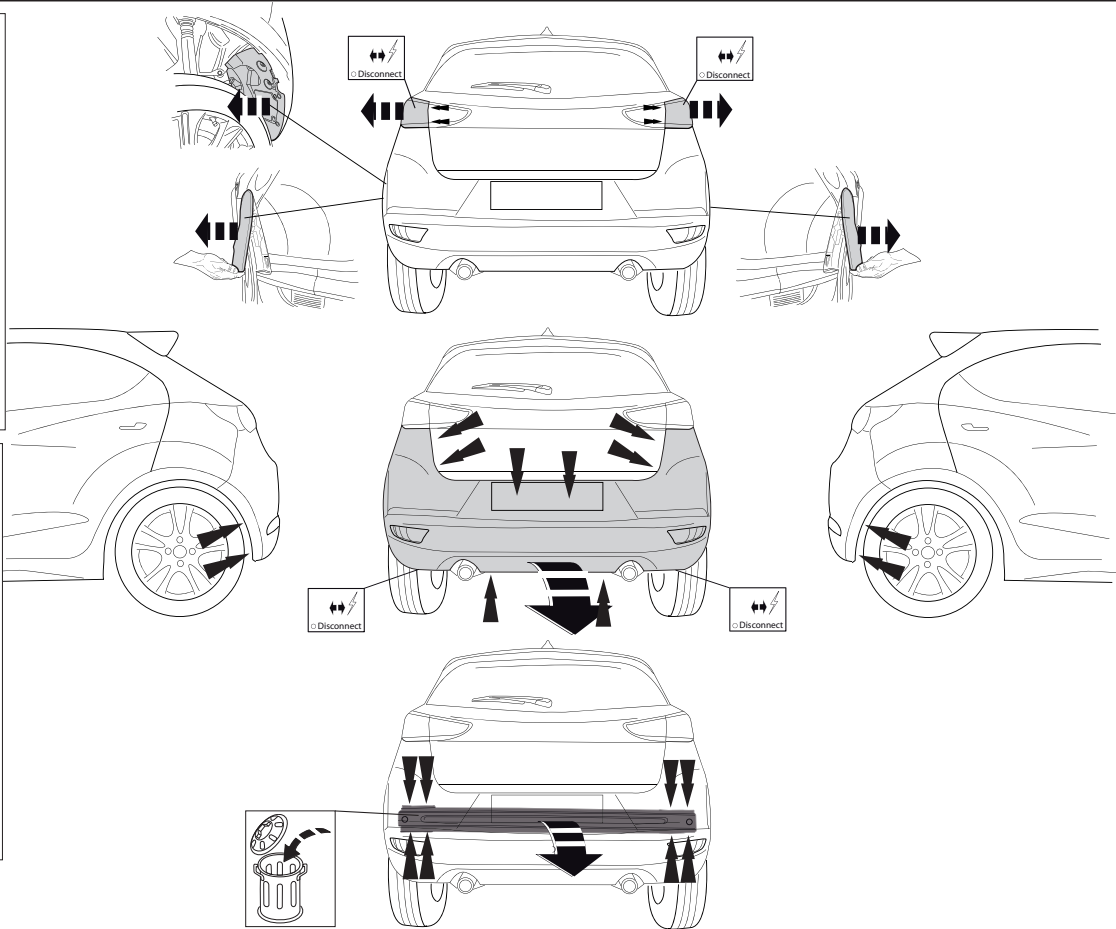

Fig. 1
1. Снять оба блока задних фар. Снять бампер вместе со стальным буферным брусом автомобиля. Буферный брус больше не понадобится. Поставить гайки на место. См. рисунок 1.